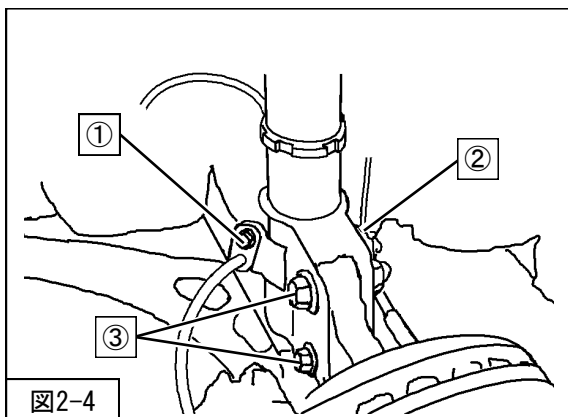

図2-4
- 3. ③フロントサスペンションASSYロア取付ボルト・ナット（締付トルク：155N・m）を取付けてください。（図2-4）
- 4. ②ABSセンサハーネス取付クリップ
①ブレーキホース取付ボルト（締付トルク：33N・m）を取付けてください。（図2-4）